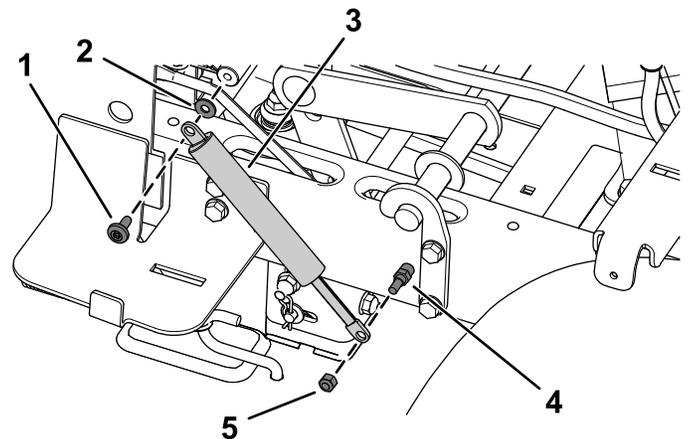

Bild 4
3. Nehmen Sie die Ansatzschraube und die Scheibe ab, mit denen die Oberseite des Stoßdämpfers befestigt ist (Bild 4).
4. Halten Sie den Bolzen des Stoßdämpfers mit einem Schraubenschlüssel fest und entfernen Sie die Sicherungsmutter (1/4"), mit der die Unterseite des Stoßdämpfers befestigt ist (Bild 4).
5. Befestigen Sie die Oberseite des neuen Stoßdämpfers mit der vorher entfernten Ansatzschraube und Scheibe (Bild 4).
6. Befestigen Sie die Unterseite des neuen Stoßdämpfers mit der vorher entfernten Sicherungsmutter ($\frac{1}{4}$ "), wie in Bild 4 abgebildet.